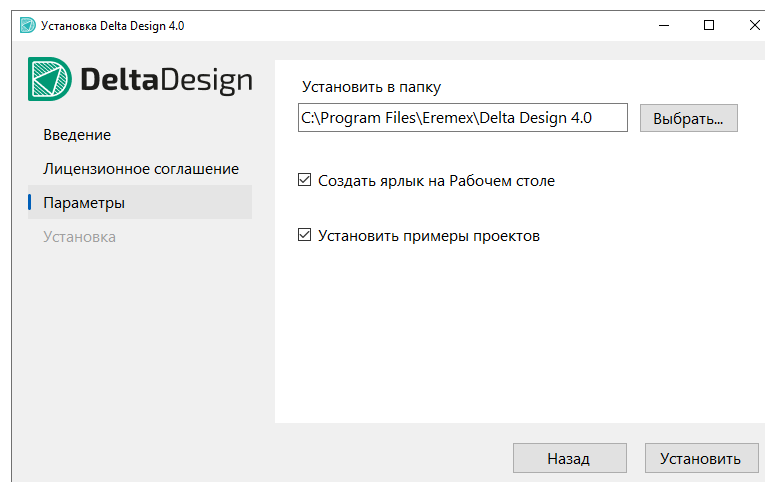

Рис. 3 Выбор параметров установки
4. Выберите параметры установки и нажмите «Установить», см. Рис. 3.